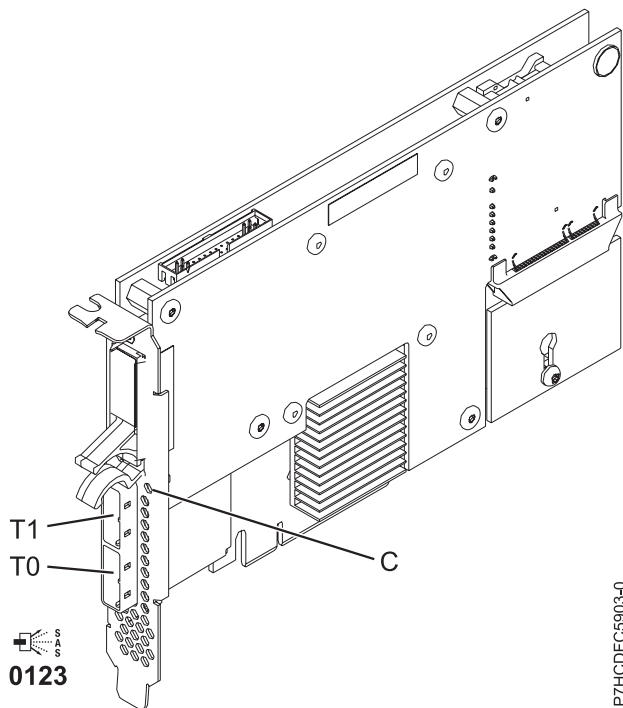

Figure 27. Carte SAS RAID PCIe double accès - x4 3 gigabits
L'adaptateur 5903 / 5805 possède un voyant ((C) dans la figure 27, à la page 100) qui clignote si des données sont présentes en cache. Le voyant de présence de données en cache clignote lorsqu'il y a de possibles données présentes dans le cache de l'adaptateur. Si le voyant indiquant la présence de données en cache clignote, ne remplacez pas le bloc de batteries de cache. S'il est remplacé pendant que le voyant clignote, les données en cache seront perdues. Voir la figure 27, à la page 100 pour localiser le voyant de présence de données en cache sur cet adaptateur.